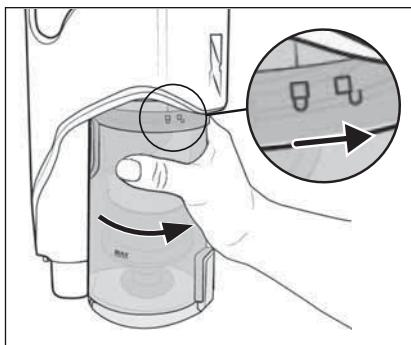

Fig. 25
- 8) Reinserirre il contenitore di raccolta della polvere 7 nell'apparecchio e ruotarlo in direzione del simbolo 8 (chiudere) fino a quando non si innesta saldamente nell'apparecchio (vedere fig. 25).